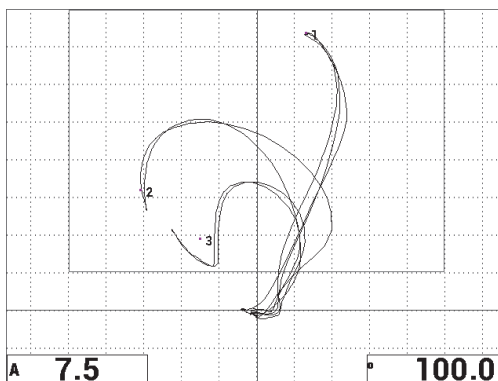

Рис. 6-52 Повторное сканирование зоны дефектов
14. Нажмите клавишу FULL NEXT (➡) для перехода в полноэкранный режим, затем медленно просканируйте зону дефектов; убедитесь, что точки соответствуют сигналу (см. Рис. 6-52 на стр. 171).